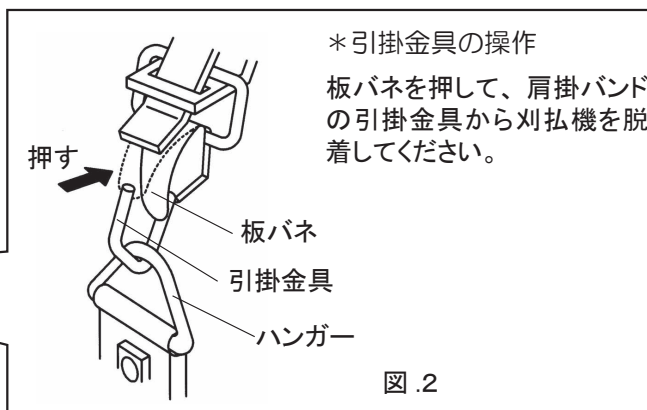

図.2
- ② 図.2のように、肩掛バンドの引掛金具を刈払機のハンガーに取り付けてください。
- ③ 刈払機を身体の右側に吊り下げ、刈刃が地面と平行になるようにバンドの長さを調整してください。